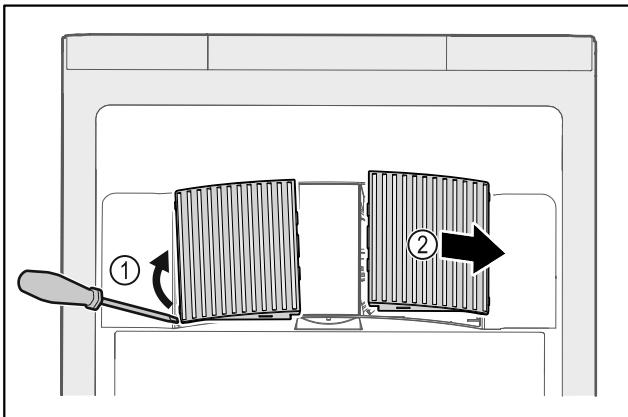

Fig. 228
- ▶ Oprezno podignite ventilatorske pokrove sa strane Fig. 228 (1) i skinite ih prema naprijed Fig. 228 (2).